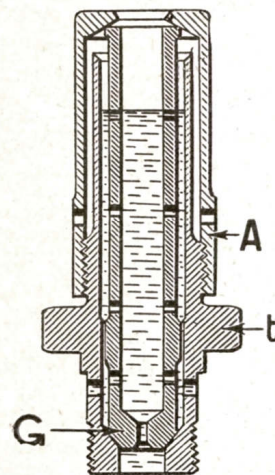

Fig. 29. — Montage 12 en coupe.
Le montage 12 (fig. 29) comprend trois éléments : le porte-gicleur (t), le gicleur principal (G) et le chapeau de gicleur (A).
Le fonctionnement de ce dispositif de giclage est très simple : lorsque le moteur tourne au ralenti, le gicleur principal est noyé dans l'essence jusqu'à un certain niveau (fig. 29). Au moment de la reprise, lorsque le papillon des gaz s'ouvre, toute l'essence contenue à l'intérieur du gicleur et dans le porte-gicleur est rapidement évacuée et cette essence, venant s'ajouter à celle qui passe normalement à travers le trou calibré, permet de réaliser le mélange riche nécessaire à la reprise.
Fig. 29 bis